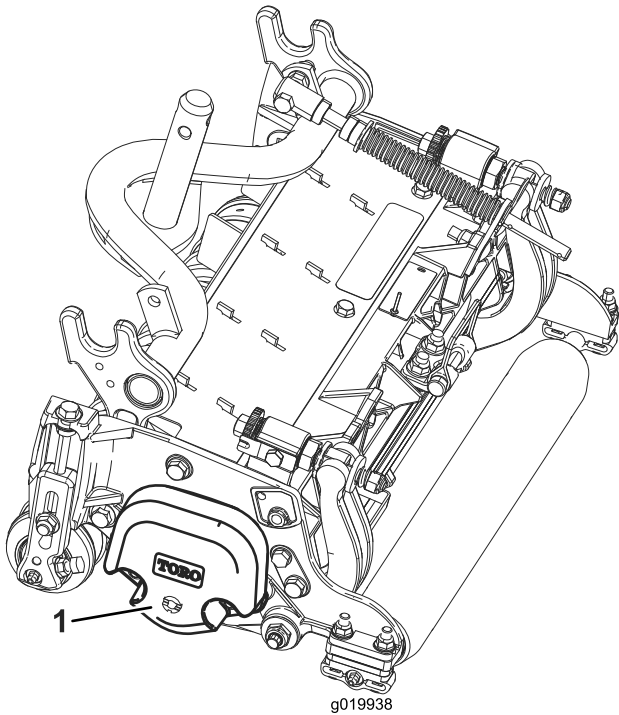

图 3
4. 按照滚刀组《操作员手册》的描述确保将配重块(图3)安装到滚刀组正确的一端上。